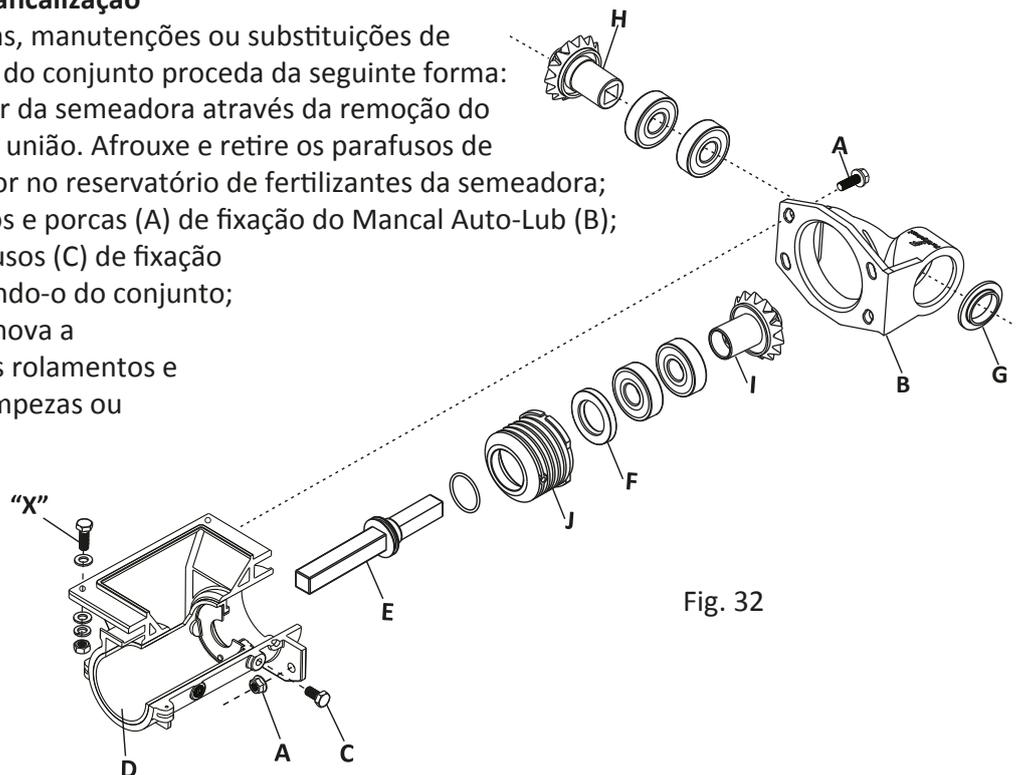

Fig. 32
- 1- Retire o conjunto dosador da semeadora através da remoção do eixo acionador e buchas de união. Afrouxe e retire os parafusos de fixação (X) Fig. 32 do dosador no reservatório de fertilizantes da semeadora;
- 2- Retire os quatro parafusos e porcas (A) de fixação do Mancal Auto-Lub (B);
- 3- Afrouxe e retire os parafusos (C) de fixação do Revestimento (D), retirando-o do conjunto;
- 4- Retire o Eixo NG (E) e remova a Bucha (J) mancalizadora dos rolamentos e o Retentor (F) fazendo as limpezas ou substituições necessárias;
- 5- Retire o anel Protetor de Rolamento (G).